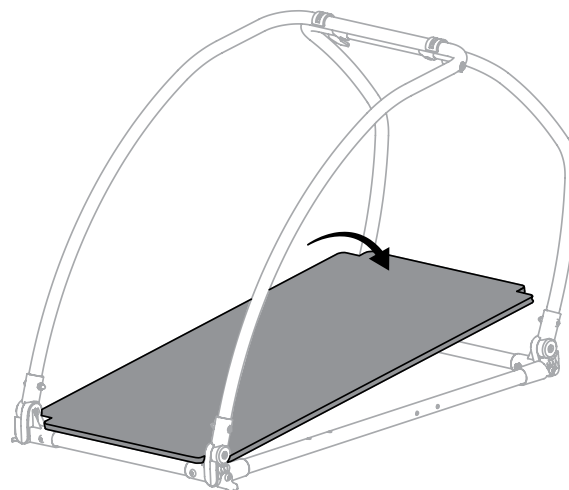

Figure 15A
2. Pour installer le fond, insérez-le sous les supports de coin arrière. Abaissez l'avant du fond et mettez-le en place sous les supports de coin avant. (Figures 15A et 15B)